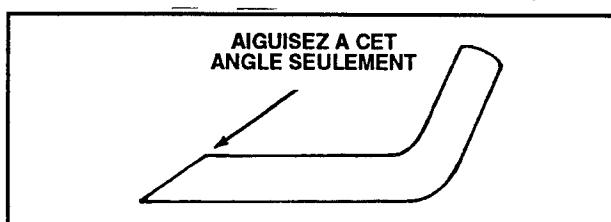

Figure 26
6. AIGUISAGE DE LA LAME – Au moyen d'une lime, affuter la partie supérieure de la lame (le côté dirigé vers le haut du carter de la tondeuse) en conservant l'angle de coupe original (fig. 26). Si la même quantité de métal est retirée sur chaque tranchant, la lame reste équilibrée.